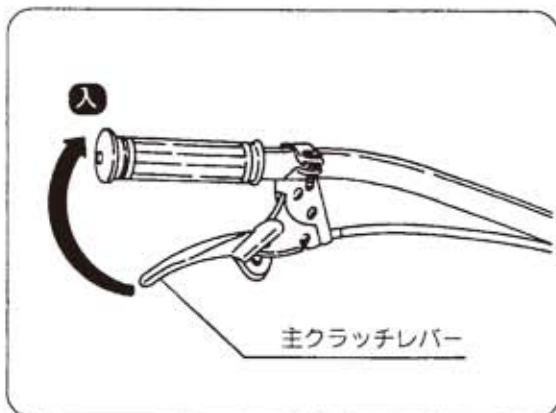

図44
- 主クラッチレバー [入] 位置にしてベルトが確実に張れているか確認してください。(図44)